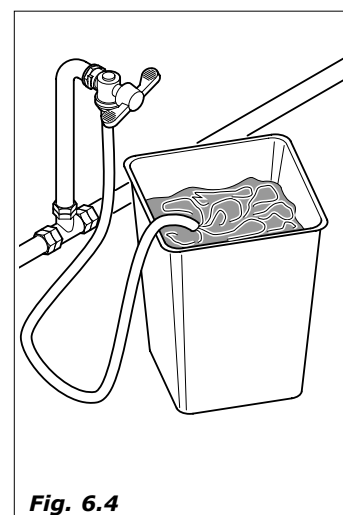

Fig. 6.4
- antes de efectuar la conexión hídrica dejar correr el agua del grifo para eliminar impurezas y suciedad (Fig.6.4).